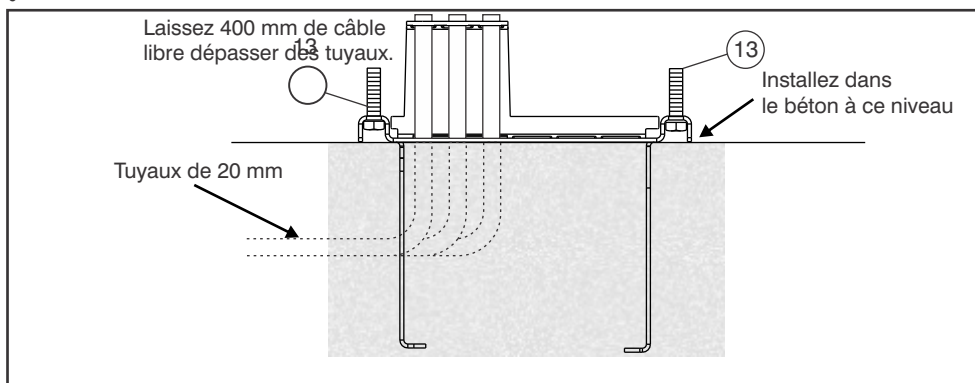

Figure 14 Installation de la plaque de fondation dans le béton
- Référez-vous à la figure 14 pour vous assurer un positionnement correct et installez la plaque de fondation dans le béton au niveau indiqué.